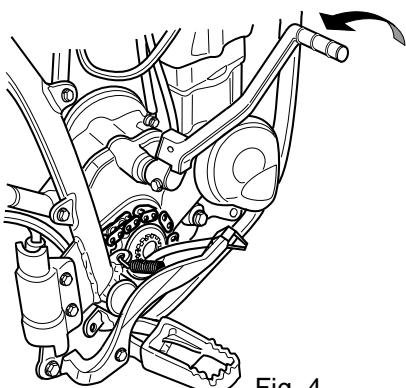

Fig. 4
5. Ricordarsi che un motore a 4 tempi necessita di 2 giri dell'albero motore per un ciclo completo, quindi la pedalata sulla leva della messa in moto (Fig.4) deve sfruttare tutta la corsa della messa in moto stessa. Vi è un decompressore automatico che ritorna in posizione quando la leva della messa in moto ritorna in alto. Quindi ad ogni pedalata lasciare ritornare la leva in posizione di riposo, tutta in alto (si sentirà un clic che avverte che la leva del decompressore è tornata in posizione per una nuova pedalata). Una volta azionata con il piede la leva della messa in moto sfruttare tutta la corsa della messa in moto stessa.
5. Den Motor ohne Gasgeben mit dem Kickstarter starten. Bei jedem erneuten Startversuch muß sich der Kickstarter in seiner Ausgangsstellung befinden, da sonst die Decompressions-automatik abgeschaltet ist -Abb. 4.
5. Lancez le moteur en actionnant le kick-starter sans gaz du tout. Pour que le décompresseur automatique fonctionne, le levier doit revenir à sa position de repos entre chaque tentative, fig. 4.